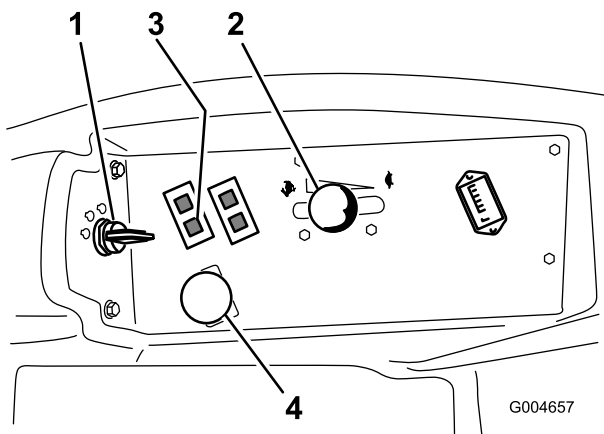

Figura 17
4. Desloque o interruptor PTO (tomada de força) para a posição off (Figura 17).
5. Desloque a alavanca do acelerador para metade entre as posições Fast e Slow (Figura 17).